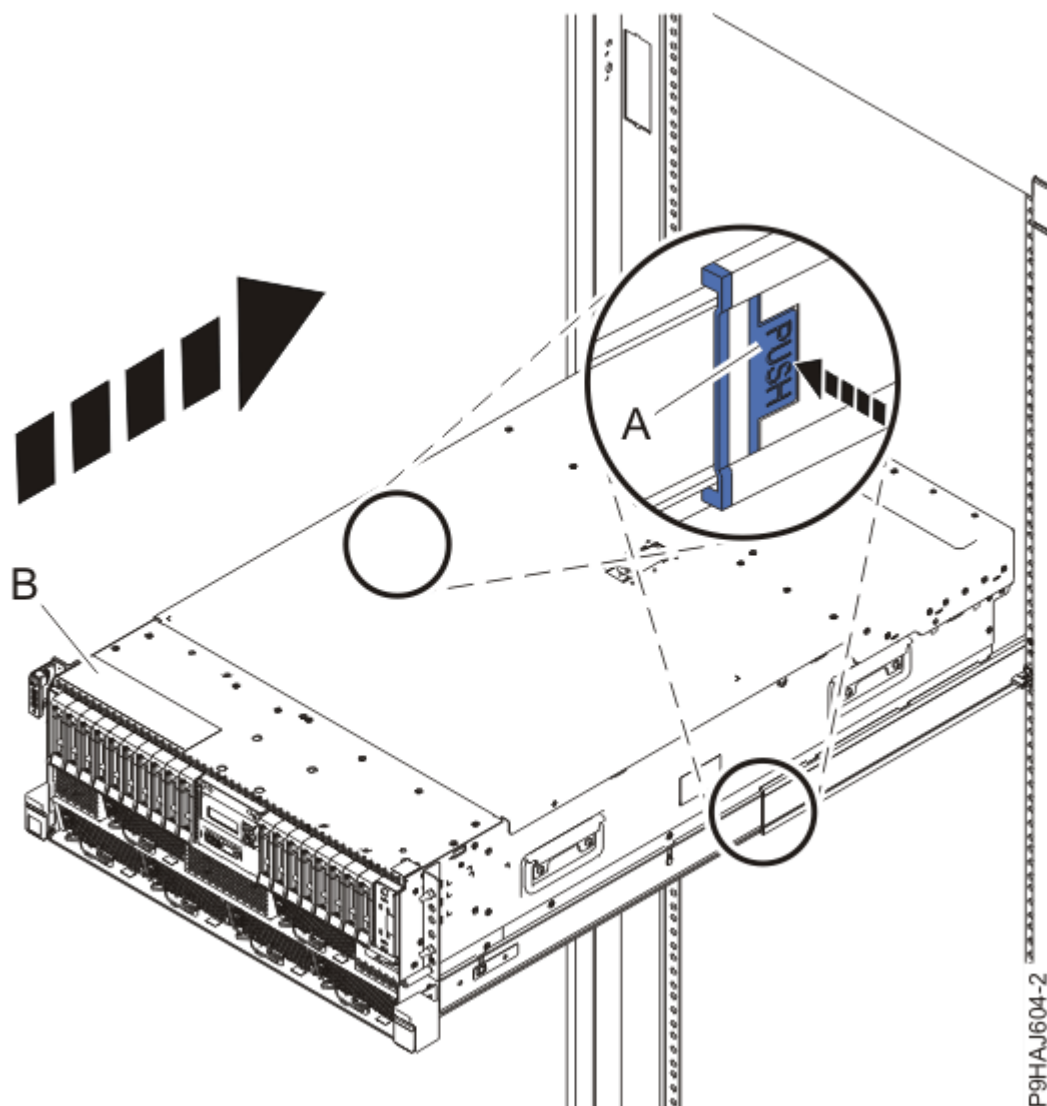

Figure 22. Mise en position de fonctionnement du système
3. Pour un système monté en armoire, déverrouillez les loquets de sécurité bleus **(A)** en les poussant vers l'intérieur, comme illustré dans la Figure 22, à la page 25.